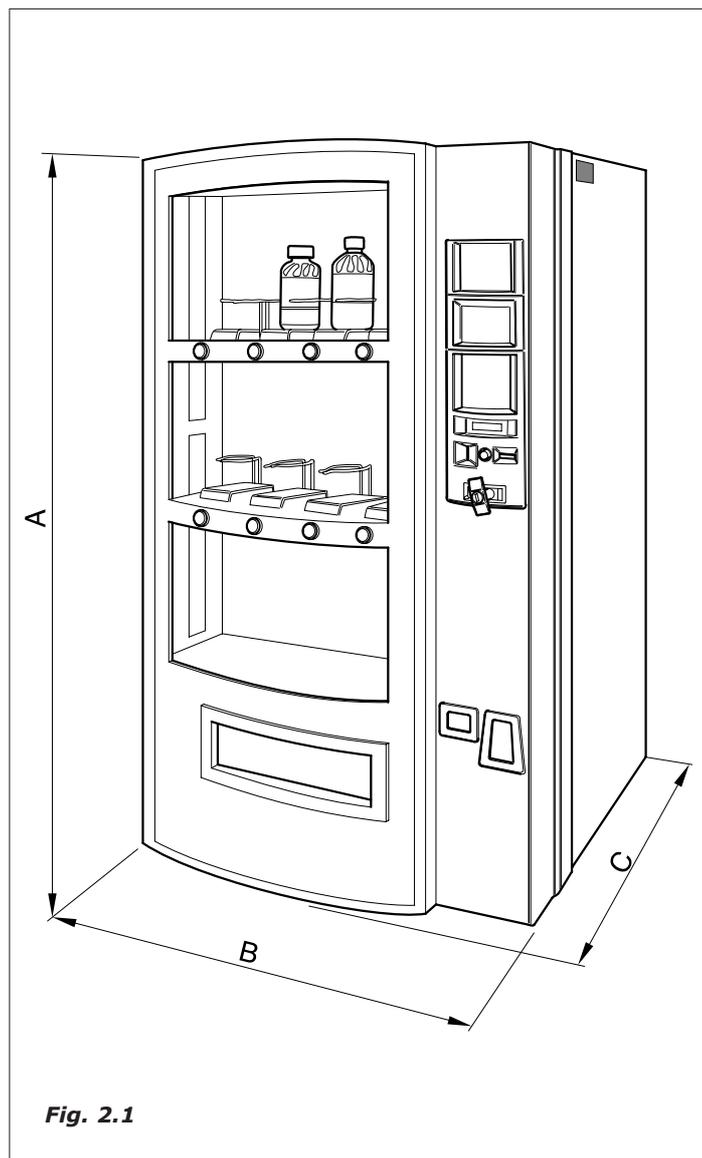

Fig. 2.1
2.0 CARACTERÍSTICAS TÉCNICAS (Fig. 2.1)